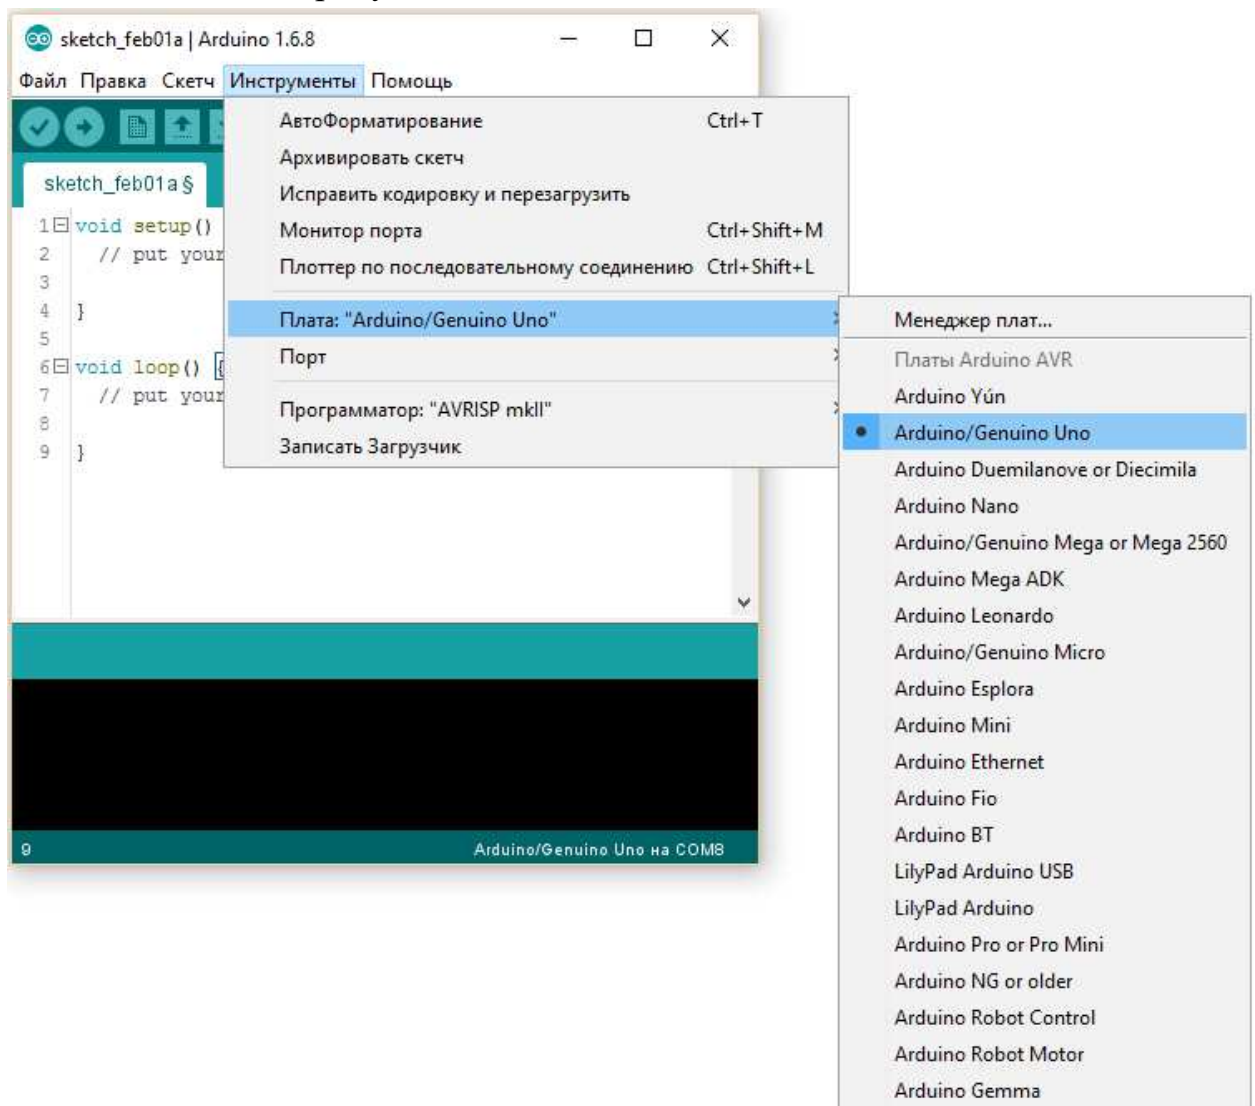

Рисунок 4 – Выбор типа отладочной платы
- 2) Выберите в программном обеспечении тип используемой отладочной платы (рисунок 4);